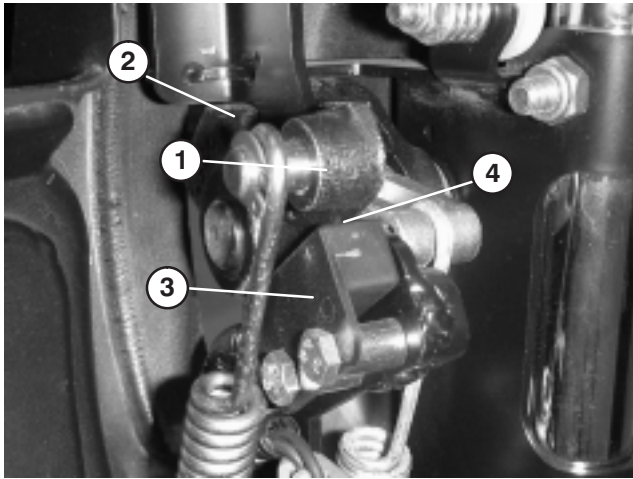

Figure 50
2. Engagez le levier de commande de déplacement jusqu'à ce qu'il touche la butée de point mort (Fig. 50).
3. Desserrez les fixations du contacteur de sécurité (Fig. 50).
4. Placez une cale de 0,8128 mm entre le levier de commande de déplacement et le contacteur de sécurité (Fig. 50).